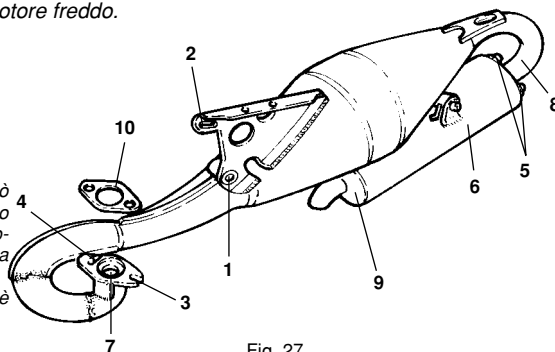

Fig. 27
- rimuovere le viti in corrispondenza ai fori (1-2-3-4) (Fig. 27);
- svitare i dadi (5) e rimuovere il silenziatore (6);
- controllare l'interno del collettore di scarico (7), del collettore (8) ed i fori della rete silenziatore (6) sfilando la parte interna (9).
- remove the fixing bolts 1-2-3-4 (Fig. 27);
- remove the nuts (5) and remove the silencer;
- check inside the exhaust system (7 and 8) and the holes of the silencer baffle (6) to ensure these are not blocked.